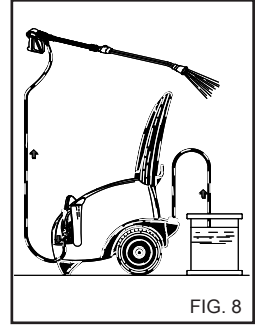

FIG. 8
Nach Benutzung eines Reinigungsmittels muß der Absaugzyklus mit sauberem Wasser nachgespült werden. (fig. 8).
1) Nach einem Waschvorgang mit Reinigungsmittel den Absaugzyklus nachspülen; das Absaugrohr (Fig.8) in einen Kanister mit sauberem Wasser stecken und die Pumpe bei völlig geöffnetem Dosierhahn und bei Lanze in Reinigungsmittel-Abgabeposition eine Minute lang laufen lassen.
4) Nach einem Waschvorgang mit Reinigungsmittel den Absaugzyklus nachspülen; das Absaugrohr (fig. 8) in einen Kanister mit sauberem Wasser stecken und die Pumpe bei völlig geöffnetem Dosierungshahn und bei Lanze in Reinigungsmittel-Abgabeposition eine Minute lang laufen lassen.